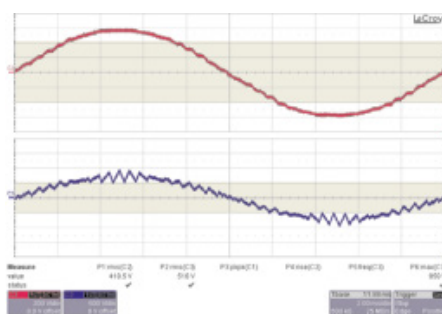

Fig.3: forma d'onda con filtro LCL
**4. Il filtro LCL:** la sua funzione è di ridurre al minimo i ripple di corrente alle alte frequenze, che potrebbero creare dei sovrariscaldamenti delle apparecchiature elettroniche connesse alla rete elettrica (ved. Fig.3).